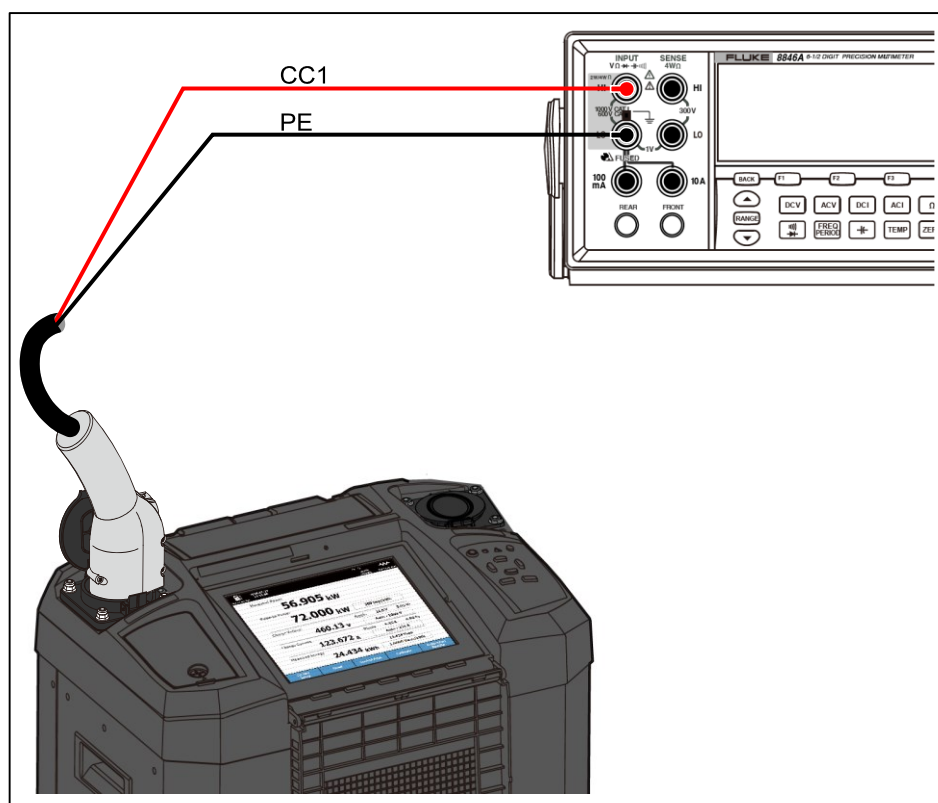

图 13. R_SIM 校准配置
1. 产品屏幕上提示“请连接欧姆表到左充电座 CC1/PE 信号端”时, 按 图 13 所示, 将产品左侧充电座接口面板的 CC1 和 PE 端子分别连接到六位半高精度数字多用表(Fluke 8846A)的输入 HI 和 LO 端子。